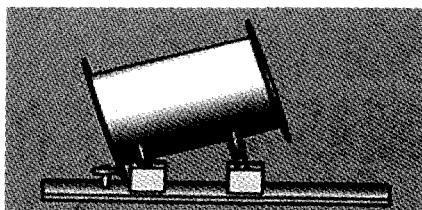

图 4 工件放于转轮
(5) 焊前准备 采用 Panasonic MIG 焊机、S201 焊丝、99.99% 氩气。首先用钢丝刷、角磨机等工具对工件坡口及坡口两侧的焊缝进行处理，去除水、锈、油污等。把工件放在转轮上，尽量让堆焊坡口面放置于水平位置，以便于焊接，如图 4 所示。
(6) 焊接操作过程 第一，碳钢坡口表面焊接：为减少焊接时碳钢金属对接头稀释，先对碳钢环圈坡口的表面用 S201 焊丝进行堆焊。堆焊预热温度 50℃，厚度约 5mm。焊接顺序由里向外多道焊，每